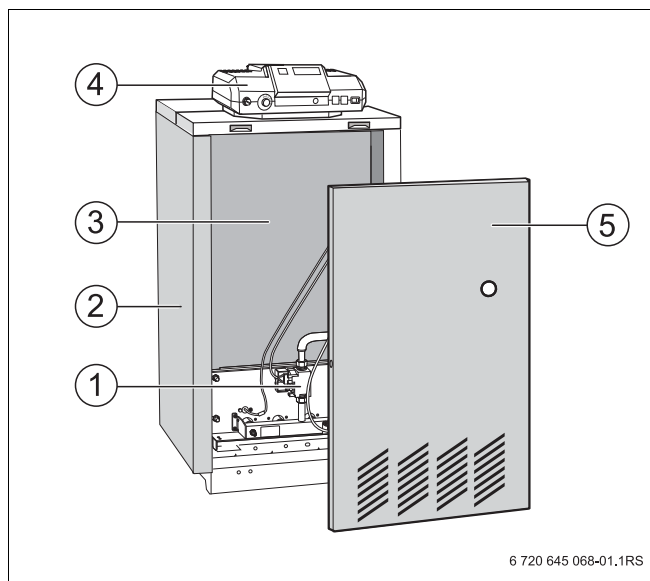

Рис. 1 Специальный газовый отопительный котел Logano G234 WS
Специальный газовый отопительный котел Logano G234 WS (Рис. 1) оснащен на заводе газовой горелкой и системой управления.
- Котловой блок с теплоизоляцией (Рис. 1, **поз. 3**) и газовой горелкой (Рис. 1, **поз. 1**).
- Обшивка (Рис. 1, **поз. 2**) и передняя стенка котла (Рис. 1, **поз. 5**).
- Система управления (Рис. 1, **поз. 4**).